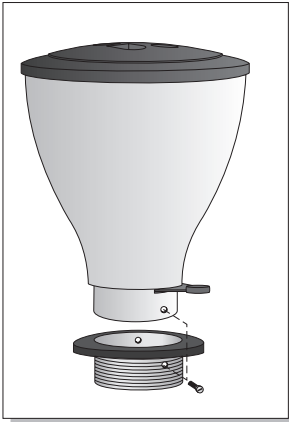

Fig.2
3-2 Allineate il foro della campana con uno dei fori della ghiera di regolazione (**Fig. 2**).
- 3-2 Align the hole of the bell with one of the holes of the adjusting ring-nut (**Fig. 2**).